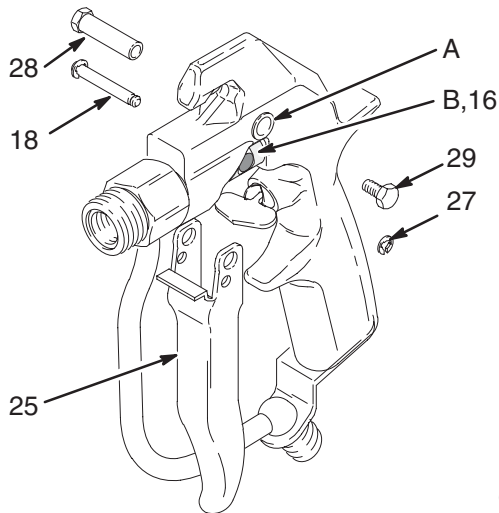

Fig. 20
8. Plasser avtrekkeren (25) inn på pistolkroppen. Sett inn omdreiningsbolten (28) i det øverste hullet (A) og fest den med skruen (29) på den andre siden. Sett et låseklips (27) på den ene enden av avtrekkerpinnen (18). Skyv pinnen gjennom det nedre hullet i avtrekkeren og gjennom slissen (B) i fjærstyringen (16) (drei fjærstyringen etter behov, slik at slissen kommer riktig). Sett på det andre låseklipset (27). Se Fig. 20.